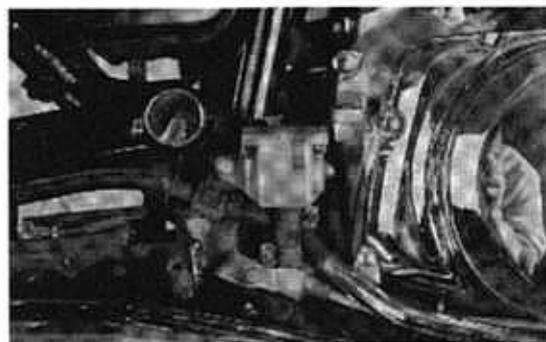

Bild 28
- Pegelstand bis zur MAX- oder UPPER-Markierung (oberer Pegel) auffüllen. Behälter der Hinterradbremse (Bild 28) ist nach Entfernen der Abdeckung zugänglich. Nur Bremsflüssigkeit der Qualität DOT 4 verwenden! Niemals verschiedene Marken von Bremsflüssigkeiten mischen, sie sind nicht kompatibel.